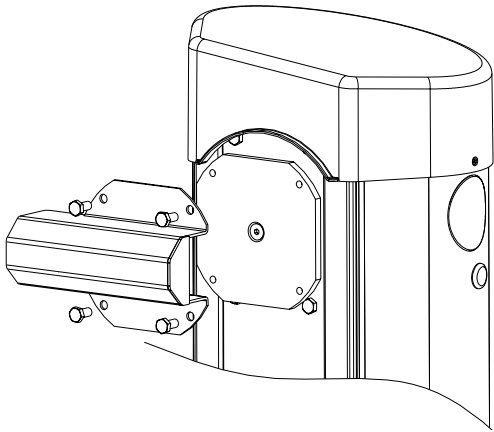

Рис. 5
- Закрепить несущую скобу не завинчивая до упора винты (Рис. 5).